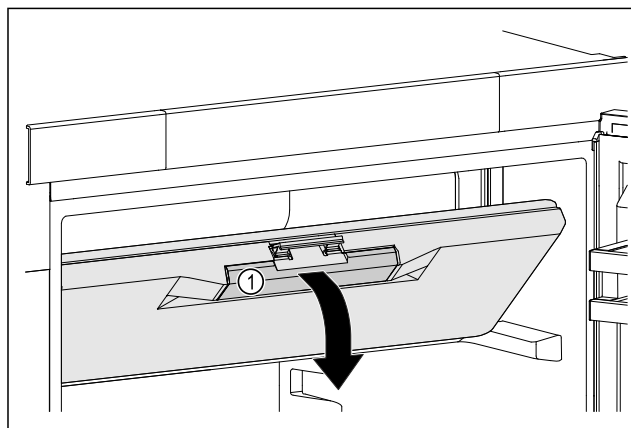

Fig. 46
- Primite vrata pretinca za zamrzavanje na udubljenju kao rukohvatu Fig. 46 (1).